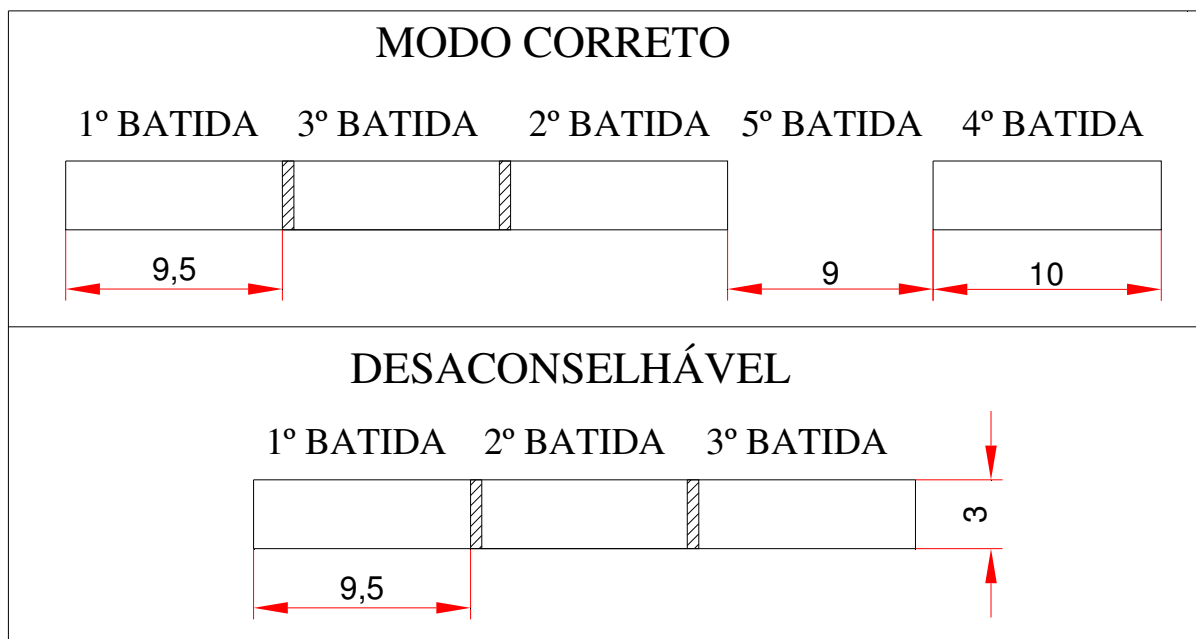

FIGURA 16
- ❑ Para o processo de corte de chapas não utilizar menos que 75% do “comprimento” do perfil, ex: ferramenta 30x3, após 1º batida, a segunda deverá ser com passo mínimo de 22,5mm, ou intercalado conforme figura 16.